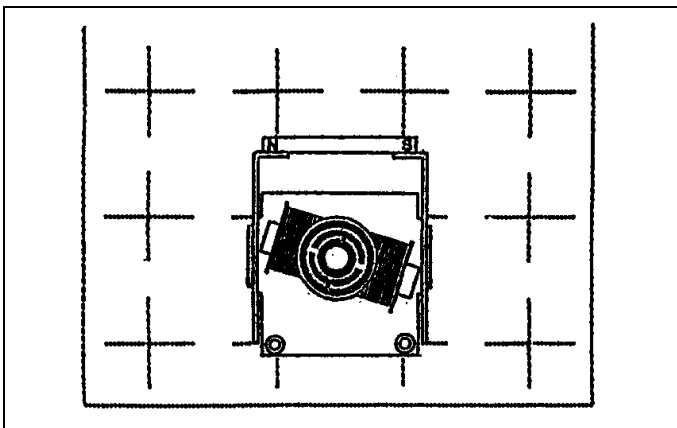

Fig. 7
3.2 Generatoranordnungen (Fig. 7 - 10)
Für Außenpolgeneratoren in den elektro- oder permanentmagnetischen Stator den Spulenrotor einsetzen (Fig. 7).
3.2 Generator setup (Fig. 7 - 10)
For revolving-armature generators, insert the coil rotor in the permanent-magnet or electromagnet stator (Fig. 7).